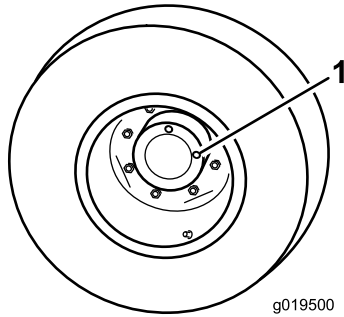

Figura 60
1. Con la máquina en una superficie nivelada, coloque la rueda con un tapón de verificación en la posición de las 12 y el otro en la posición de las 3 (Figura 60).
1. Tapón de verificación/drenaje (2)
2. Retire el tapón de la posición de las 3 (Figura 60).